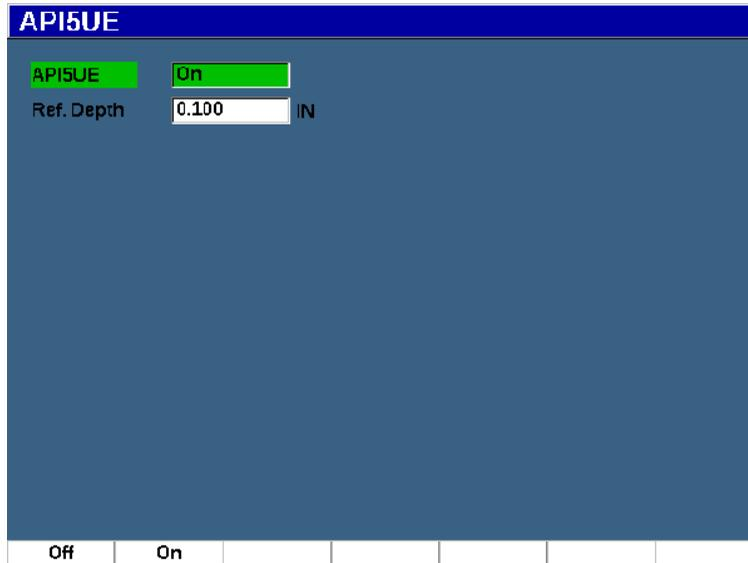

Рис. 11-22 Настройка опции Waveform averaging (Усреднение А-сканов)
2. В меню **API5UE** выберите **API5UE = On** [API5UE > Вкл.] (см. Рис. 11-22 на стр 273).